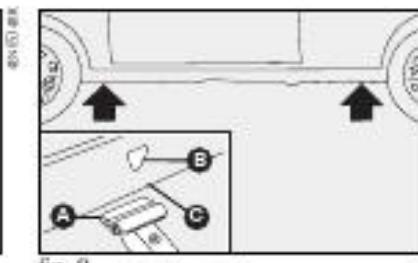

fig. 9
– Colocar o macaco onde está marcado o símbolo ▼ B-fig. 9 perto da roda a substituir, e certificar-se de que a ranhura A do macaco esteja bem encaixada na longarina C.
- Colocar o macaco onde está marcado o símbolo ▼ B-fig. 9, perto da roda a substituir, e certificar-se de que a ranhura A do macaco esteja bem encaixada na longarina C.